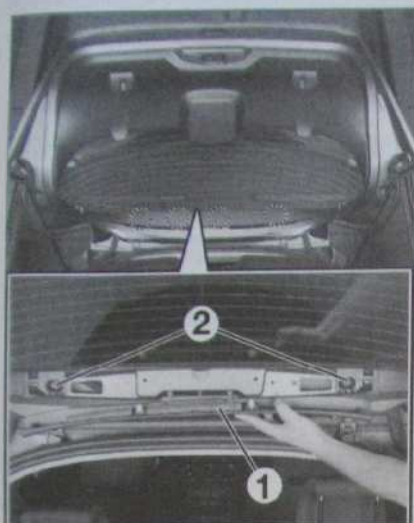

Fig. 85
- Dégrafer la garniture supérieure de volet (1) aux endroits indiqués (Fig. 85).
- Déposer les vis (2).